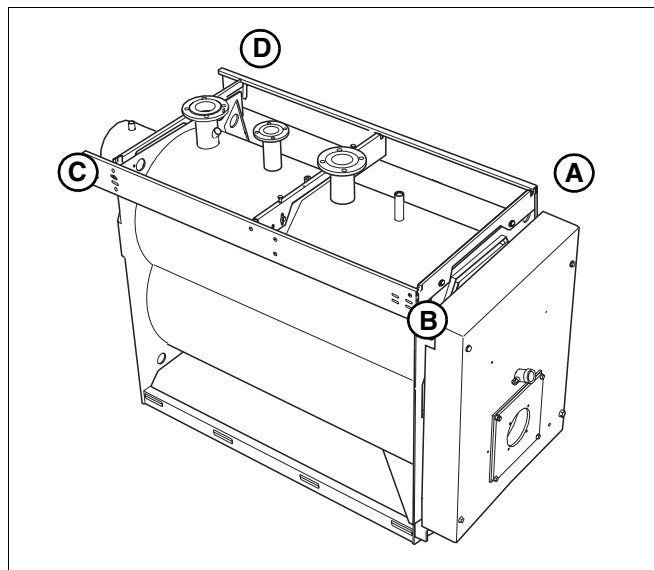

Рис. 18 Выравнивание левой и правой траверс относительно друг друга
- Выровнять диагонали между левой и правой траверсами от А до С и от В до D (рис. 18). Если требуется, то сдвинуть траверсу и закрепить винтами в овальных отверстиях.